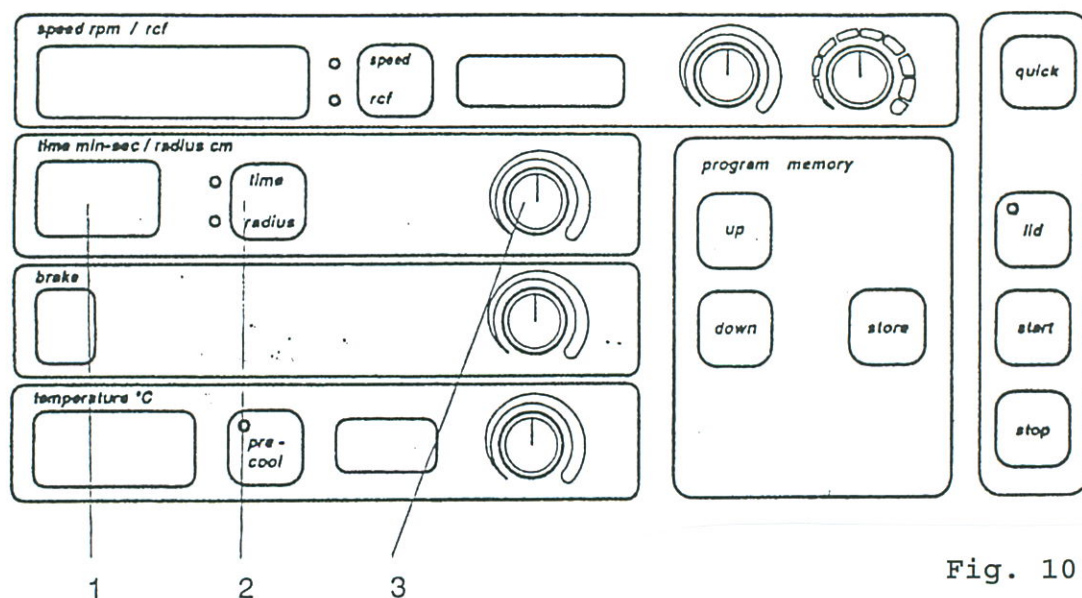

Fig. 10
Hold knappen (2) inde og indstil den valgte radiuskorrektion med knappen (3). Værdien aflæses i displayet (1). Knappen (2) slippes, og den den indstillede tid fremkommer igen i displayet (1). Radiuskorrektionen kan aflæses til hver en tid ved tryk på knappen (2). (Se fig. 10).